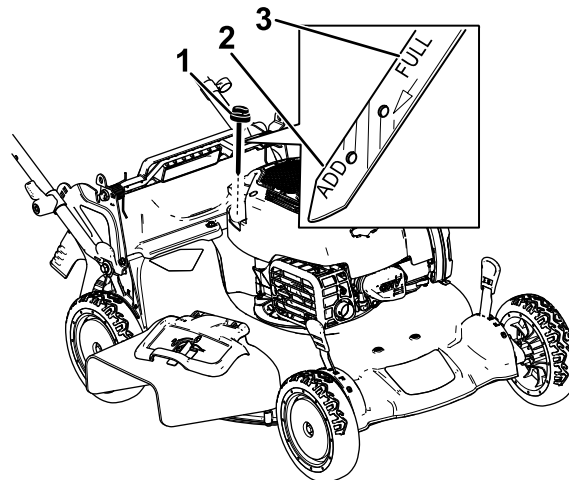

Рисунок 14
2. Извлеките щуп, повернув крышку против часовой стрелки и выгнув ее (Рисунок 14).
5. Определите уровень масла по отметкам на щупе (Рисунок 14).